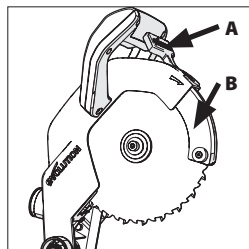
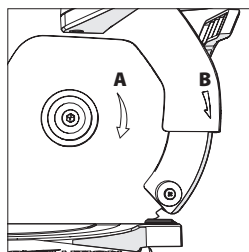

Fig. 28
Fig. 29
Para colocar a lâmina, pressione a alavanca de bloqueio do resguardo de proteção inferior da lâmina (A), empurre o resguardo inferior (B) para cima para dentro do resguardo superior e mantenha-o nessa posição (**Fig. 28**). Coloque uma lâmina nova dentro da flange interior certificando-se de que fica colocada no encaixe da flange e depois, lentamente, coloque o resguardo de proteção inferior novamente à sua posição original. Certifique-se de que a seta do sentido de rotação da lâmina (A) corresponde com a seta do sentido de rotação do resguardo superior (B) (**Fig. 29**).